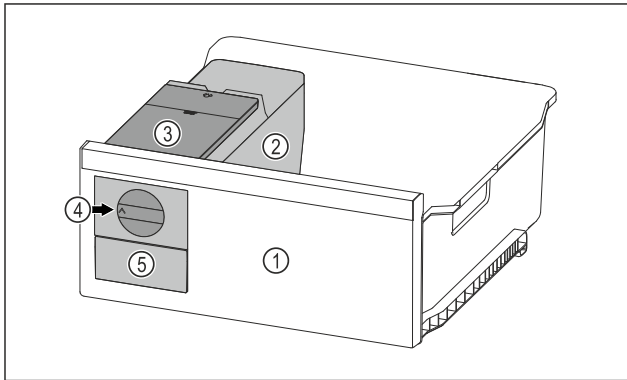

Fig. 99 Примерное изображение
- ▶ Поверните поворотную кнопку *Fig. 99 (4)* по часовой стрелке до упора.
- ▷ Кубики льда упадут из ванночки для кубиков льда в выдвижной ящик для кубиков льда *Fig. 99 (5)*.